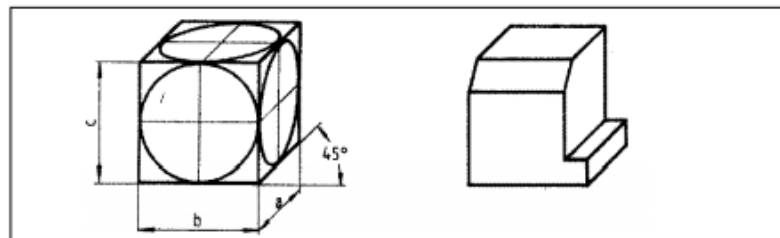

Fig. 60: Perspectiva caballera
- Perspectiva caballera (Fig. 60), que es una perspectiva no normalizada y es la manera más simple de representar una pieza en tres dimensiones. La vista de frente se dibuja a escala, las aristas que dan la profundidad se reducen a la mitad y se dibujan a 45° . De las cuatro perspectivas posibles debe preferirse la primera, esta muestra la pieza en vista de frente, superior y lateral izquierda.